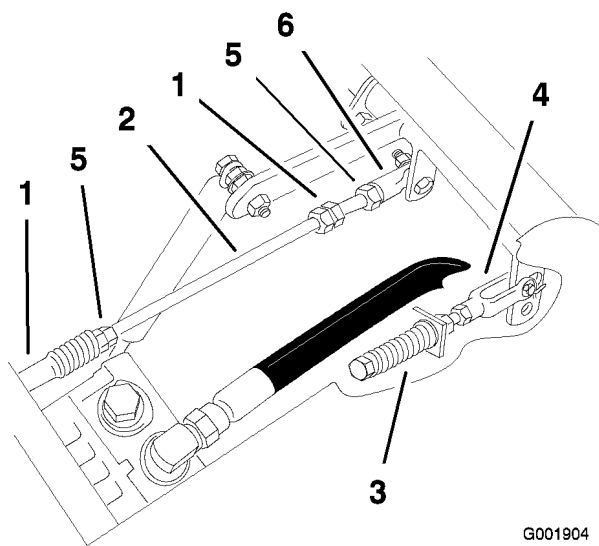

Figure 70
1. Desserrez les contre-écrous sur les rotules de la tige de commande de la pompe (Figure 70).
3. Réglez la longueur de la tige de pompe en tournant les doubles écrous dans le sens voulu, jusqu'à ce que la roue soit immobilisée ou tourne légèrement en marche arrière (Figure 70).
6. Serrez les contre-écrous contre les rotules (Figure 70).